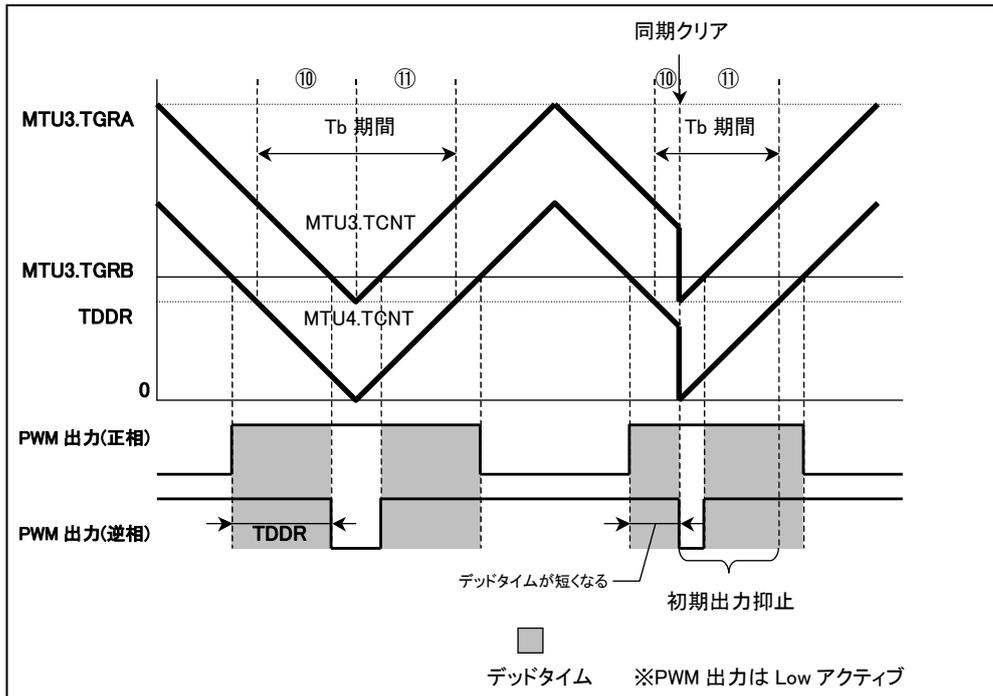

図 1 条件(1)の同期クリア例
条件(1) 初期出力の抑止期間⑩にて、PWM 出力のデッドタイム期間中に、同期クリアが発生する (図 1)。